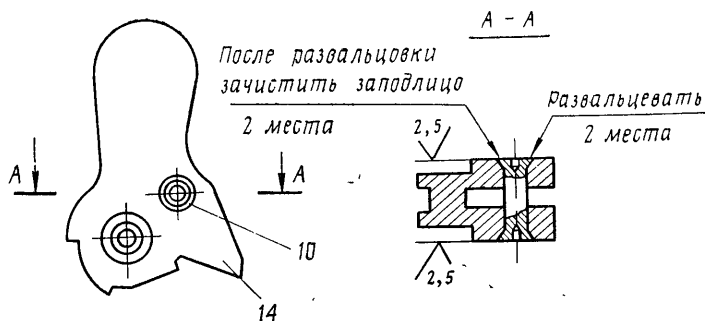

Рис. 47. Постановка штифта курка:
12.3. При необходимости заменить штифт 10 курка засверлить сверлом диаметром 2,5 мм один конец штифта курка и на подставке выбить штифт курка; запрессовать новый штифт курка и развальцевать его концы по рис. 47.